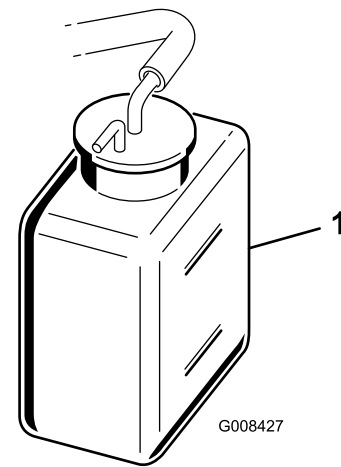

Figura 30
2. Compruebe el nivel de refrigerante (Figura 30). Con el motor frío, el nivel del refrigerante debe estar entre las rayas del depósito de reserva.